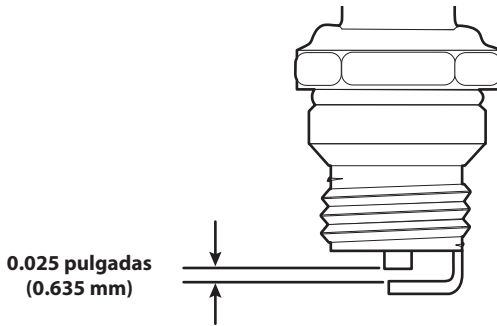

Fig. 28
4. Use un calibrador de separación para ajustar una separación de aire de **0.025 pulgadas (0.635 mm)** (Fig. 28).